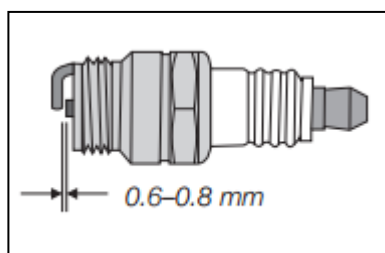

Figura 25
8. Misurare la distanza tra gli elettrodi con un calibro. Se necessario, correggere la distanza piegando l'elettrodo. **Figura 25** La distanza dovrebbe essere compresa tra 0,6 e 0,8 mm.